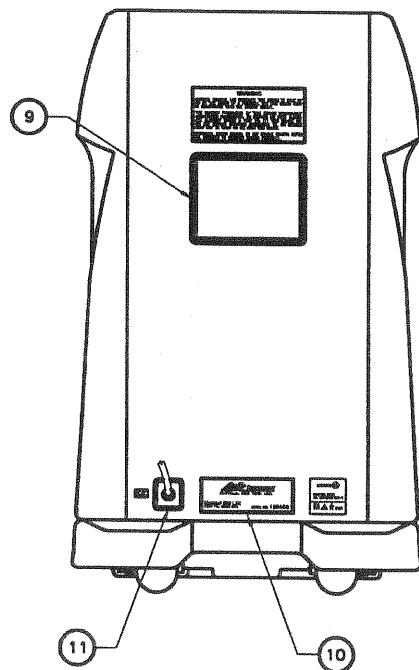

Fig. I.2
I. 2. Rear panel (Fig. I. 2).....	2-GB
I. 2. Rear panel (Fig. I. 2)